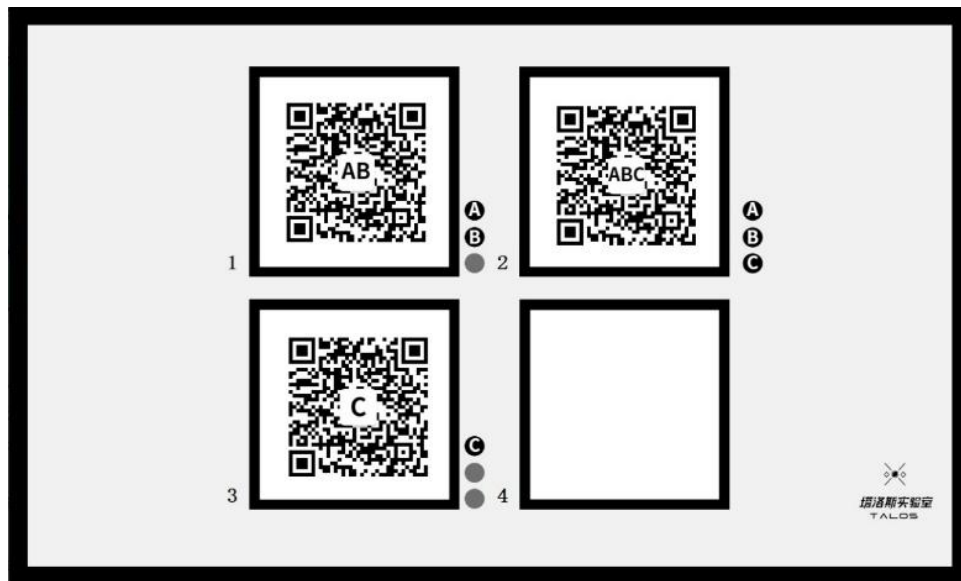

图 2：识别板一的内容示意
(3) 化验区 1、2、3、4 四个窗口与样品的对应关系为：
①血常规窗口->静脉血样本②体液窗口->唾液样本③免疫检测窗口->组织样本④激素检验窗口->血浆样本。
(4) “识别板一”的内容为含有二维码的 4 个方框，方框代表化验区的四个窗口，二维码内容为体检区窗口产生样本的信息，包含三种情况：①（A 或 B 或 C）窗口含有样本；②（A+B 或 A+C 或 B+C）窗口含有样本；③A+B+C 窗口均含有样本。二维码每 2min 更新三个，如图 2 所示。如方框 1 中所出现二维码，代表体检区 A 和 B 出现静脉血样本，机器人需要完成的过程为：从 A、B 窗口取到样本后配送到化验区方框 1 对应的血常规窗口；方框 2 中所出现的二维码，代表体检区 A 和 B 和 C 出现唾液样本，机器人需要完成的过程为：从 A、B、C 窗口取到样本后配送到化验区方框 2 对应的体液窗口，依此类推：